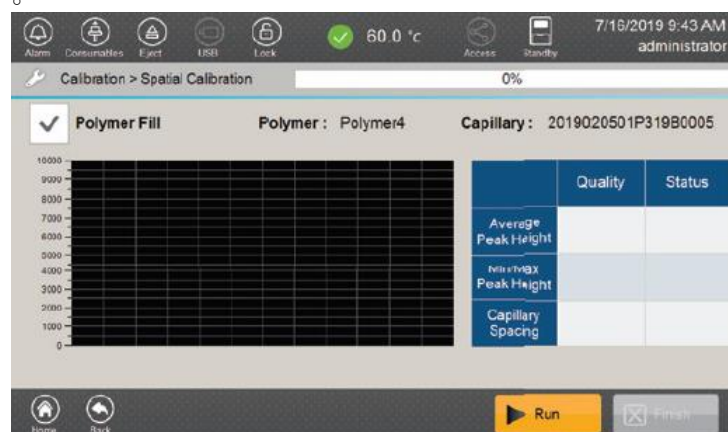
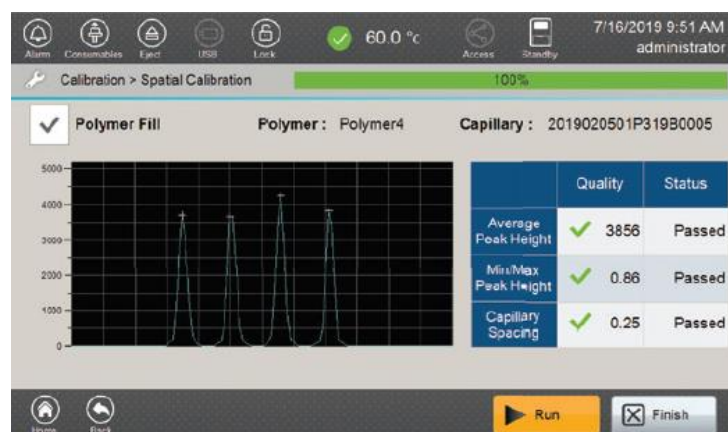

図 45 Spatial Calibration 画面
図 46 Spatial Calibration 完了後の画面
2. **Spatial calibration** を実行する前にポリマーを充填する必要がある場合、**Spatial Calibration** 画面上（図 45）の **Polymer Fill Box** にチェックを入れてください。
3. **Spatial Calibration** 画面（図 45）の下側にある **Run** ボタンを押して **spatial calibration** を開始してください。キャリブレーション完了後に、それぞれのキャピラリーからのピーク画像が表示されます。ヘッダー下の **progress** バーが進行状況を示し、**spatial calibration** が完了すると **100%**になります。（図 46）
Spatial Calibration 完了後の画面（図 46）の評価